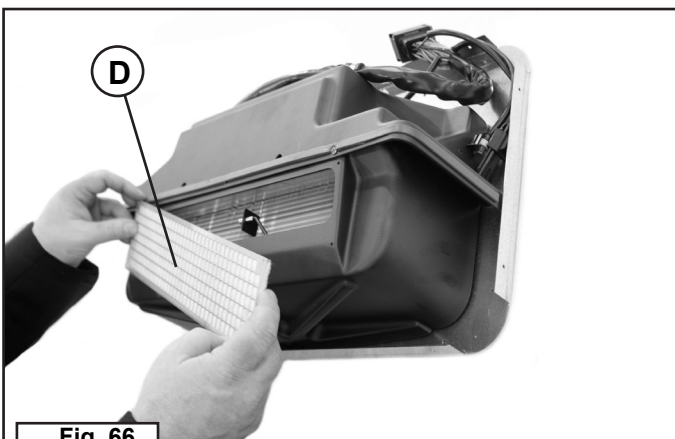

Fig. 66
7	Rimuovere il filtro (D) e sostituirlo fig. 66.